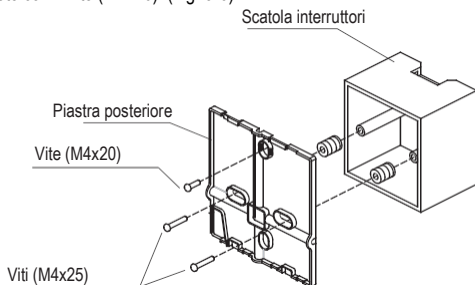

Fig. 3-6
- Per l'installazione a filo, fissare la piastra posteriore sulla scatola degli interruttori con 2 viti (M4x25) e sulla parete con 1 vite (M4x20). (Fig. 3-6)